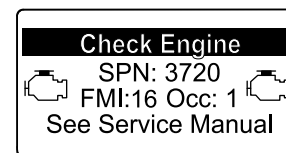

Рисунок 81
- Предупреждение о двигателе SPN 3720, FMI 16 (Рисунок 81)